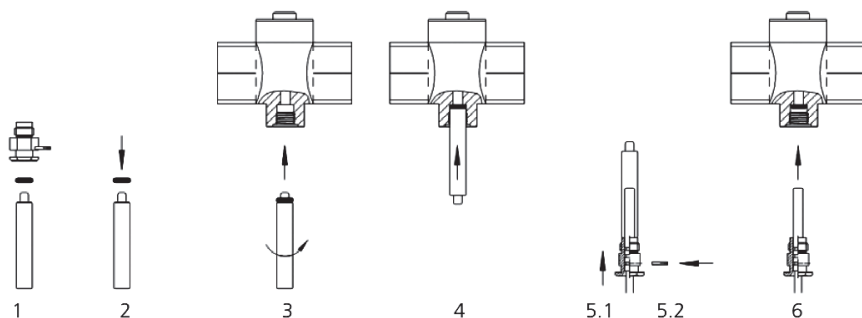

Рис. 15. Монтаж термометров сопротивления
В случае работы теплосчетчика при средней температуре теплоносителя 90° или более, а также при $T_{\text{теплоносителя}} < T_{\text{окр. среды}}$ (учет холода) – вычислительный блок должен быть установлен на стене на достаточном расстоянии от источников тепла (холода) с помощью держателя, поставляемого в комплекте прибора (рис. 15). Чтобы упростить демонтаж теплосчетчика, рекомендуется устанавливать запорную арматуру до и после расходомерной части. Перед теплосчетчиком требуется установка сетчатого фильтра. Прибор учета должен быть установлен в месте, обеспечивающем удобный доступ для эксплуатации и технического обслуживания.
Поместить уплотнительное кольцо из прилагаемого комплекта на монтажный штифт, как показано на рис. 15 (2). Второе уплотнительное кольцо является запасным.
Вращательными движениями вставить уплотнительное кольцо с монтажным штифтом в отверстие для датчика в шаровом кране (рис. 15 (3)).
Утопить кольцо до предела с помощью широкого конца монтажного штифта в муфте крана (рис. 15 (4)).
Поместить температурный датчик во втулку и зафиксировать при помощи штифта (рис. 15 (5)).